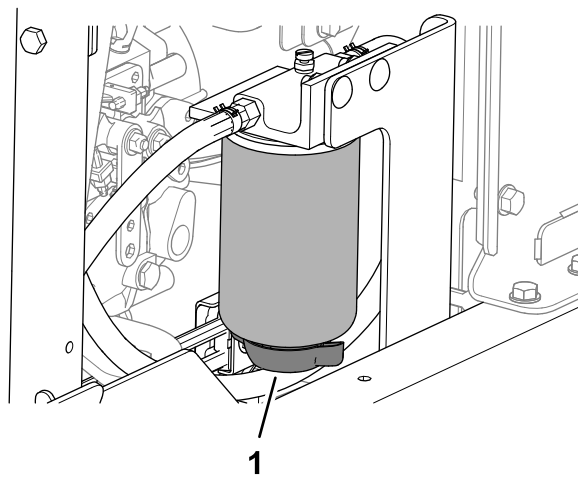

Рисунок 81
3. Поместите сливной поддон под сливной клапан водоотделителя топливной системы (Рисунок 81).